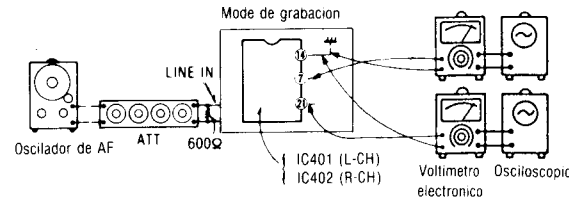

Fig. 18
1. Efectuar las conexiones según se muestra en la Fig. 18.